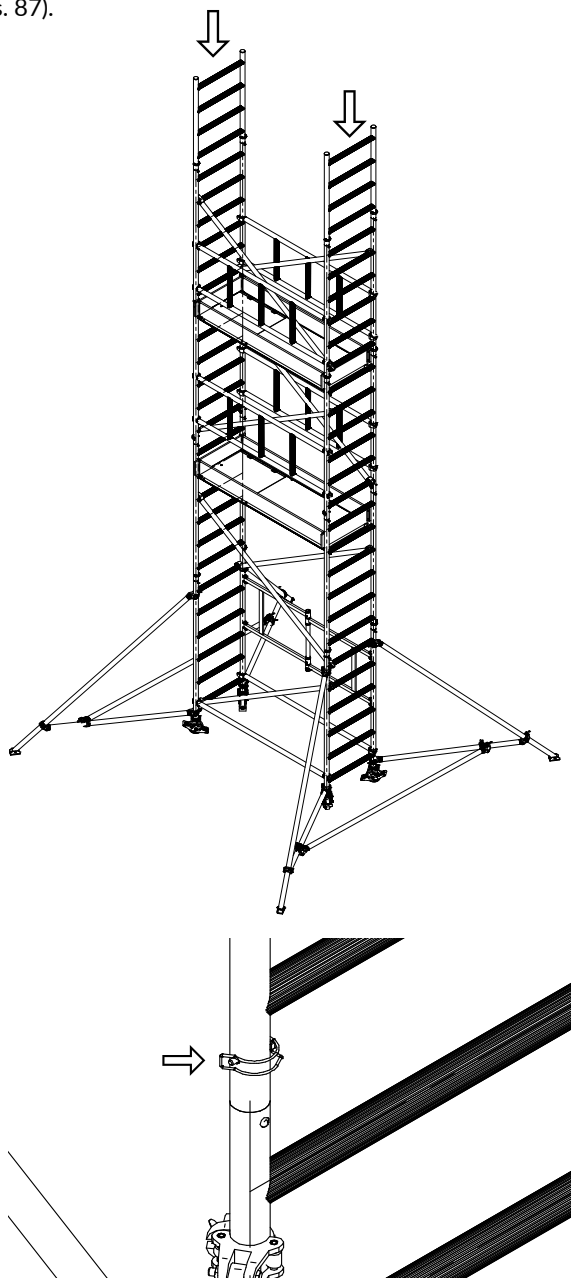

Rys. 85 Montaż krawężników poprzecznych
19. Następnie zamocować zestaw krawężników (Rys.85 i Rys. 86). Należy montaż rozpocząć od krawężników poprzecznych a następnie zamontować krawężniki wzdłużne.